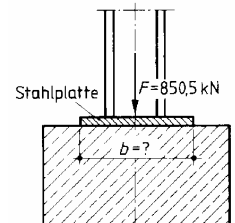

Bild 3.89 Stahlplatte
26. Die Stahlstütze in Bild 3-89 aus H 300 soll auf ein Einzelfundament aus Beton der Druckfestigkeitsklasse C 16/20 eine Last von 850,5 kN übertragen. Als Fuß erhält die Stütze eine quadratische Stahlplatte. Welche Kantenlänge in mm muss die Stahlplatte haben, damit das Fundament die Belastung tragen kann?